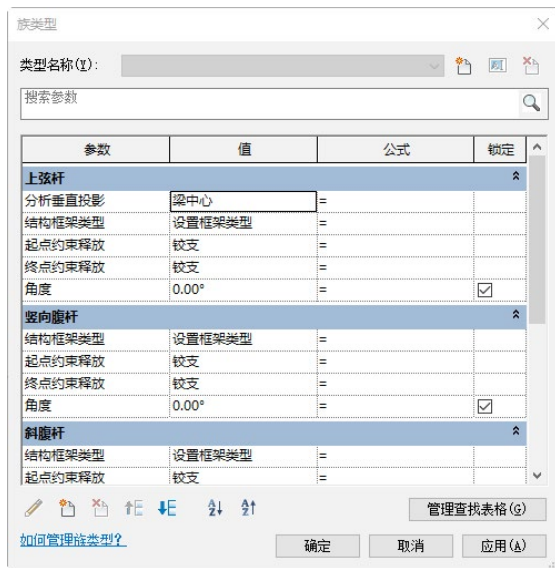

图 7-15 “族类型”对话框
(9) 单击“创建”选项卡“属性”面板中的“族类型”按钮，打开如图 7-15 所示的“族类型”对话框。